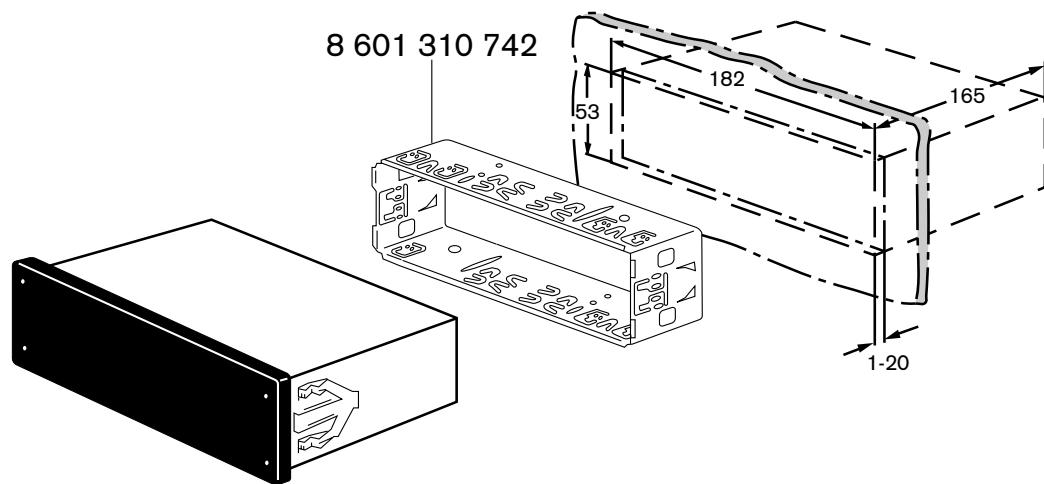

Fig. 1
**Hinweis:**Die zum Lieferumfang dieses Autoradios gehörende Halterung ermöglicht den Einbau in Fahrzeugen mit DIN-Autoradioausschnitt von 182 x 53 mm, 165 mm Einbauraum und einer Instrumentafeldicke im Bereich der Befestigungslaschen von 1 - 20 mm, siehe Fig. 1.
Halterung in den Ausschnitt einsetzen und entsprechend die Befestigungslaschen mit einem Schraubendreher umbiegen, siehe Fig. 1, 2.
By means of the support included in delivery you can mount the set in cars with a DIN car radio cutout of 182 x 53 mm, an installation depth of 165 mm and an instrument panel thickness around the fixing clips of 1 - 20 mm, see fig. 1.
Insert the support into the cutout and bend the appropriate fixing strips with a screwdriver, see fig. 1, 2.
A l'aide du support inclus dans le jeu de montage vous pouvez monter le poste dans des voitures qui disposent d'une découpe DIN de 182 x 53 mm, d'une profondeur de 175 mm et d'une épaisseur du tableau de bord de 5,2 - 6,3 mm autour des éclisses de montage, voir fig. 1.